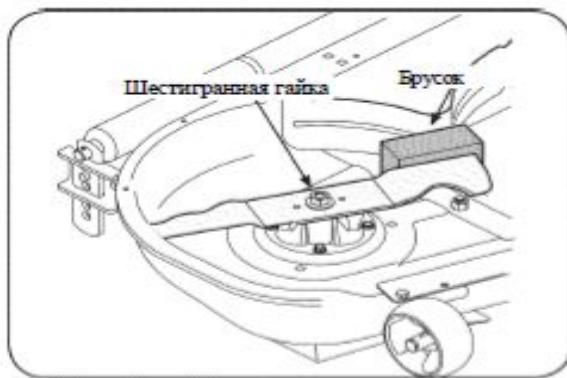

Рис. 17
2. Поместите деревянный брусок между корпусом центральной части деки и ножом, См. Рис. 17.
3. Выкрутите шестигранную фланцевую гайку, используемую для крепления ножа на оси в сборе, См. Рис. 17.